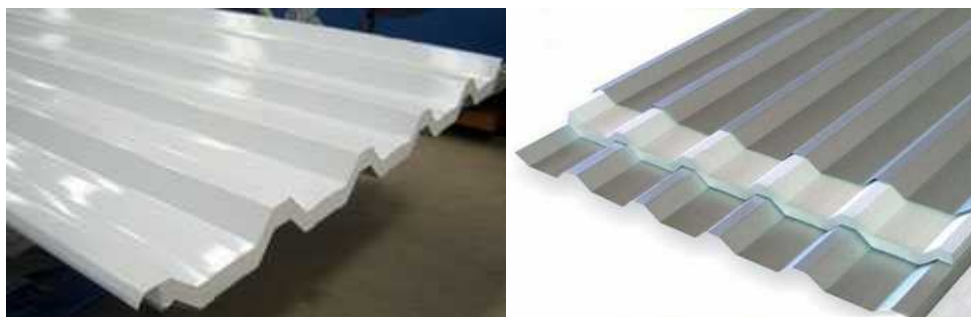

Figura 01
- ❖ A empresa vencedora do certame deverá fornecer e instalar telhas trapezoidal galvalume pré pintadas tipo termoacústico sanduíche (telha – EPS –telha, em galvalume) de largura útil mínima igual ou superior a 1,00m, composta de duas chapas de liga de alumínio e zinco, sendo a chapa superior com de 0,50mm de espessura e a chapa inferior de 0,50mm de espessura e entre ambas 40mm de material termo acústico de poliestireno expandido (EPS), com pintura na cor branca em sua face inferior (interna). Detalhe da telha na figura 01 abaixo;